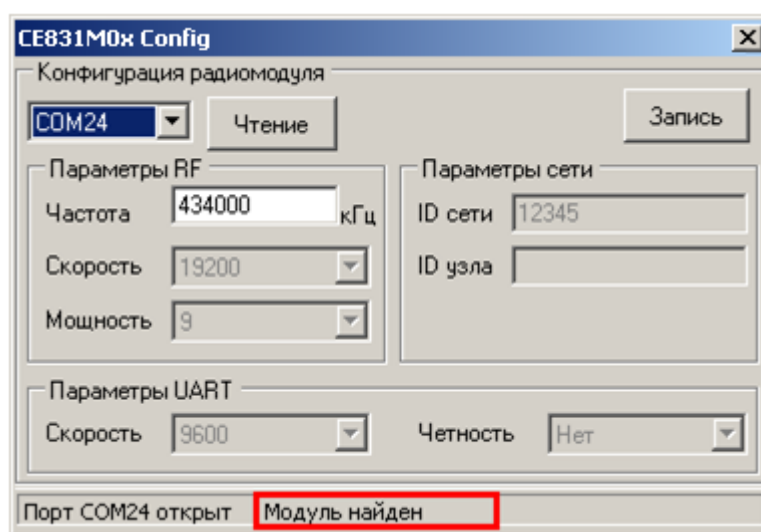

Рисунок 5.29 – Строка статуса после установления связи с радиомодулем
- Подать питание на счетчик, при этом в строке статуса должна появиться надпись «Модуль найден» (рисунок 5.29). В случае если модуль не найден, проверить правильность подключения модуля к ПК, отключить питание счетчика и повторно подать.
- После того, как связь с радиомодулем счетчика установлена, частоту радиоканала радиомодуля можно изменить (если требуется). Для этого необходимо ввести новое значение частоты в соответствующее поле ввода (см. рисунок 5.29).